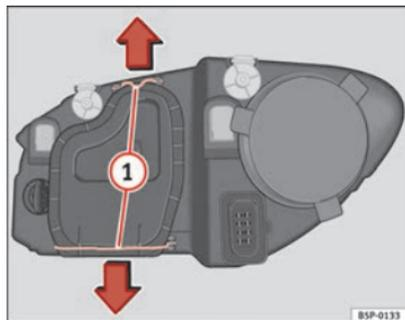

Fig. 190 Anabbaglianti
- Far scorrere i tiranti ⇒ fig. 190 ① nel senso della freccia e sfilare la chiusura.